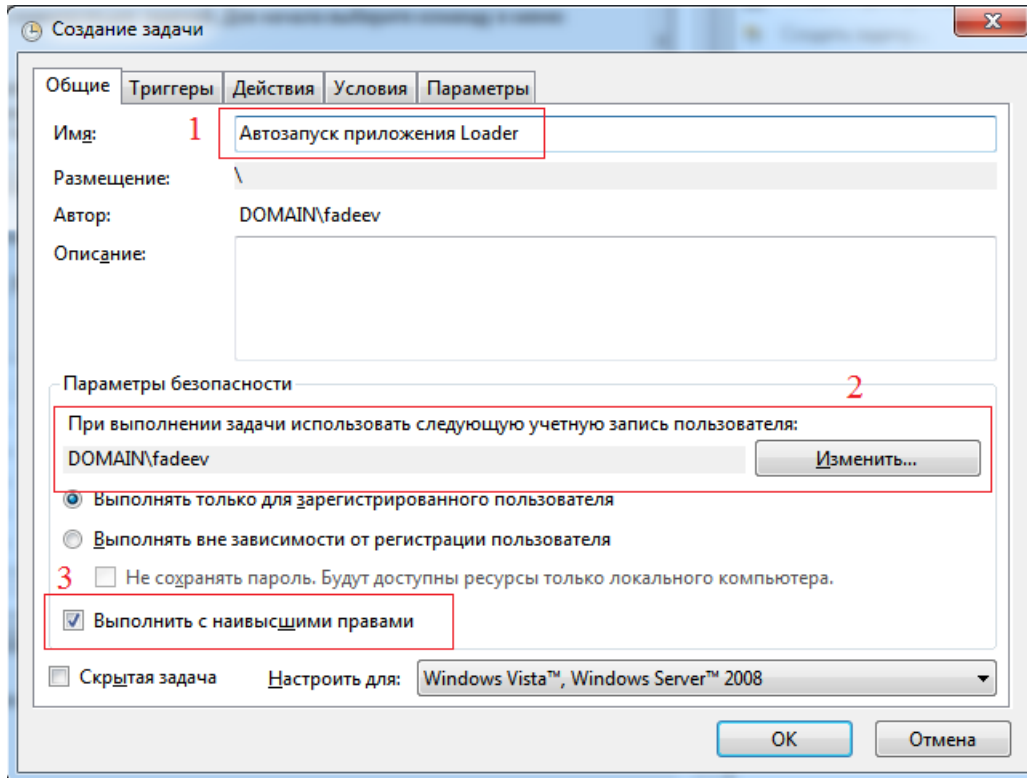

Рисунок 3.22 - Выполненные настройки во вкладке "Общие"
4. Во вкладке "Общие" необходимо выполнить следующие настройки (см. рис. 3.22):